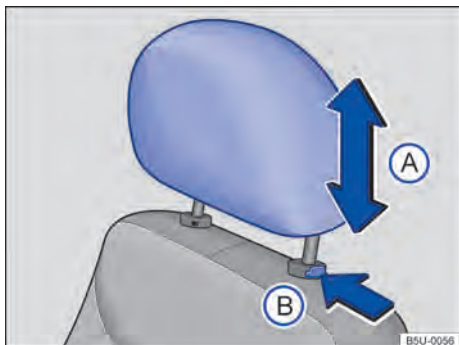

Fig. 59 Apoio para cabeça dianteiro: desinstalar.
- Pressionar o botão → Fig. 59 (B) no sentido da seta. Retirar o apoio para cabeça com a tecla pressionada.
- Empurrar o apoio para a cabeça totalmente para baixo com o botão → Fig. 59 (B) pressionado.